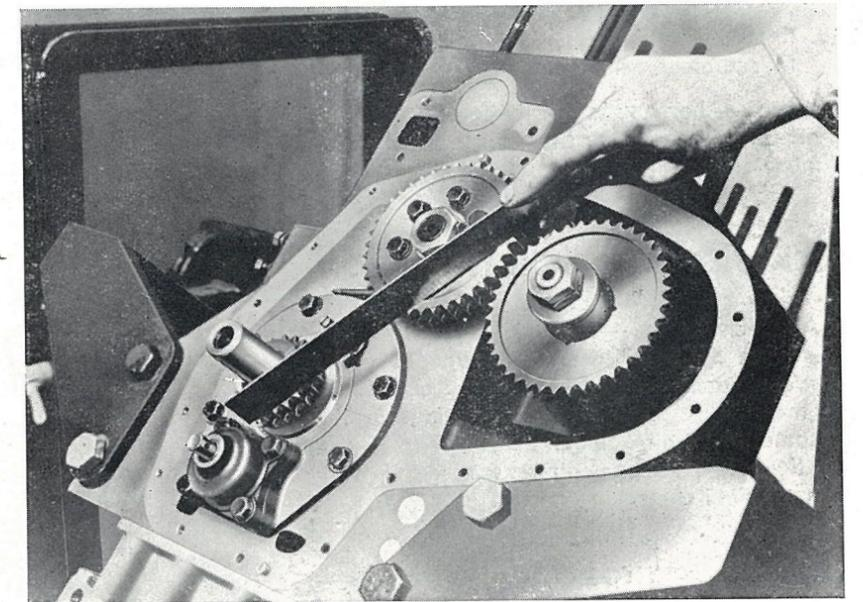

FIG. 17
4. Remonter les rampes de culbuteurs et de décompression. Vérifier l'alignement des pignons de distribution en appliquant une règle sur la face avant des pignons. Parfaire au besoin l'alignement en disposant des cales contre la face arrière du pignon sur le vilebrequin (fig. 17).